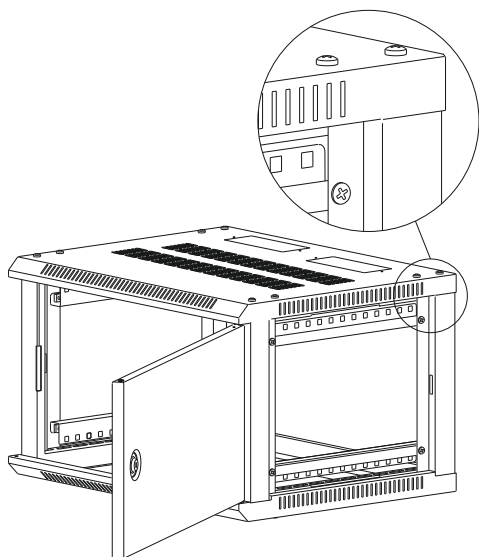

Рисунок 13
3.3 Закрепите планки внутри корпуса винтами М6×16 (рисунок 13).